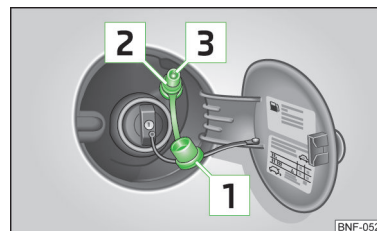

Fig. 100
- Tag kappen **1** » Fig. 100 af gaspåfyldningsstudsene **2**.
- Kontroller, at pakringen **3** » Fig. 100 bliver siddende i gaspåfyldningsstudsene.